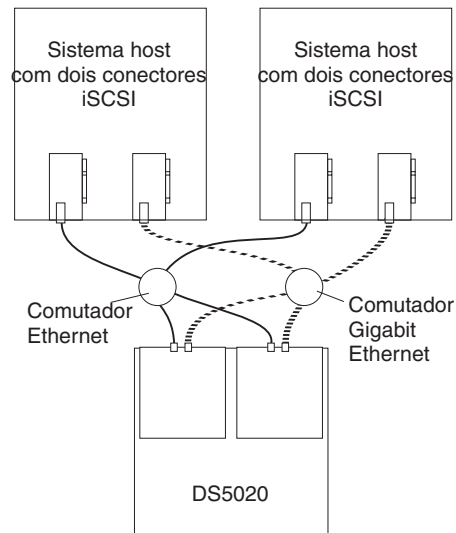

Figura 62. Exemplo de uma configuração de múltiplos hosts com múltiplas portas
- Configuração de múltiplos hosts com múltiplas portas, como mostrada na Figura 62 na página 97
A Figura 62 na página 97 mostra uma configuração de múltiplos hosts com múltiplas portas. Para configurações de cluster, a ilustração a seguir é um exemplo de uma configuração de múltiplos hosts com múltiplas portas e caminho e controlador redundantes. Você pode substituir os dois comutadores Gigabit Ethernet na ilustração por um comutador Gigabit Ethernet que possua a quantidade de portas necessárias. A VLAN (Virtual Local Area Network) também pode ser usada para isolar as duas redes iSCSI, em vez de um único comutador.